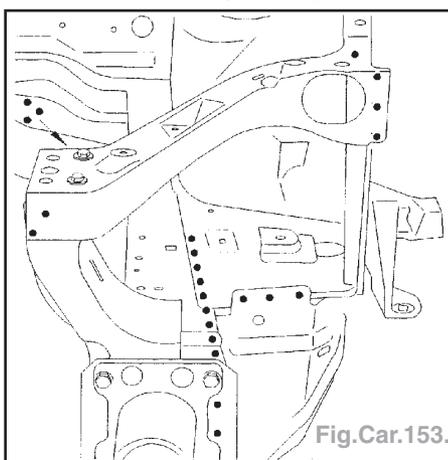

Fig.Car.153.
- Poser l'appui de façade (Fig.Car.153).